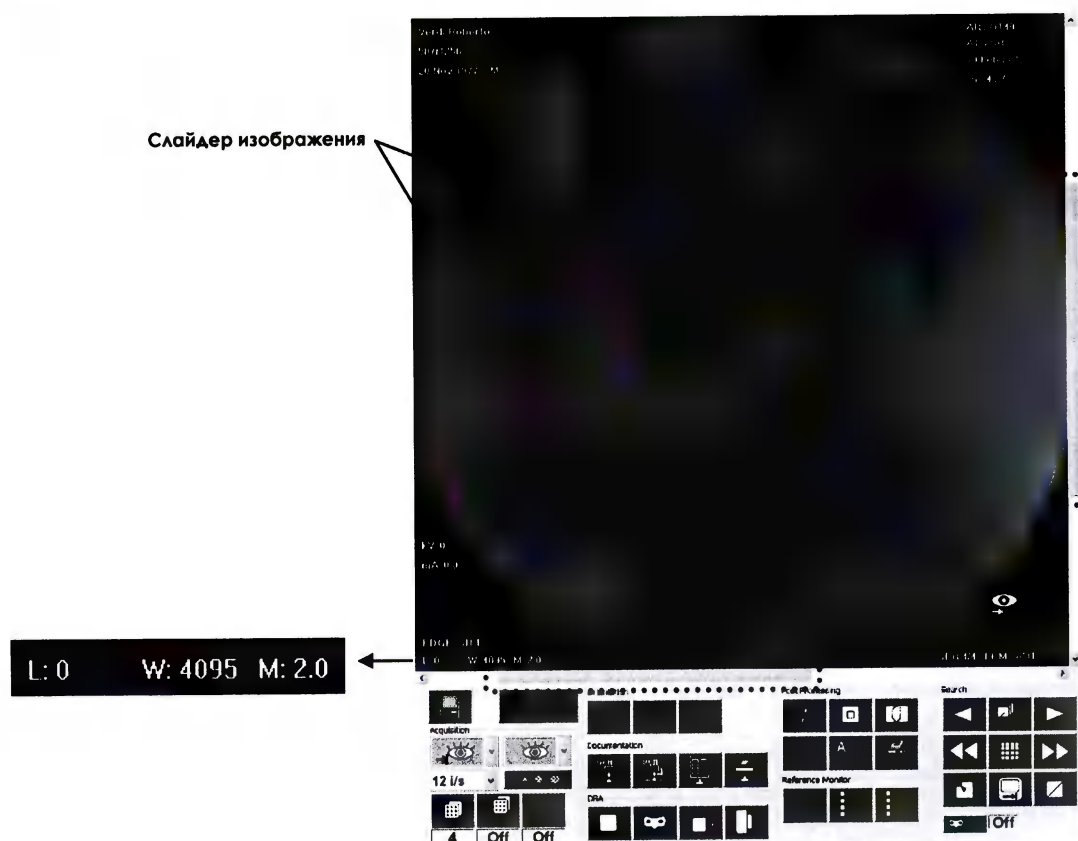

Рисунок 110
9.5.13.3.3 Функция работает в центре изображения. Для просмотра других областей – вне монитора – используйте бегунки снизу и сбоку (см. рисунок 110).